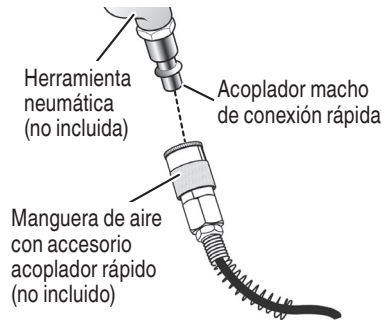

Fig. 7
- Conecte las herramientas neumáticas a la manguera de aire introduciendo el acoplador macho de conexión rápida en el acoplador rápido del extremo de la manguera (Fig. 7).